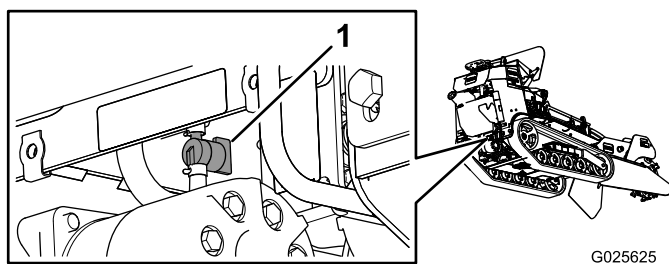

Figure 39
5. Tournez le robinet d'arrivée de carburant (Figure 39) en position fermée.